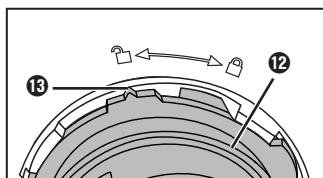

Fig. 6
- 6) Ruotare il supporto **12** in senso antiorario finché il segno **13** del supporto **12** non sia rivolto verso il simbolo  della vasca **15** (fig. 6). Rimuovere il supporto **12** insieme all'albero da impasto **10**.